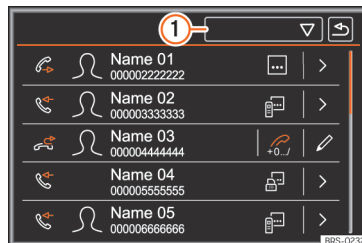

Abb. 229 Menü Anrufe (Anruflisten).
• Funktionsfläche  » **Abb. 229 ①** antippen.